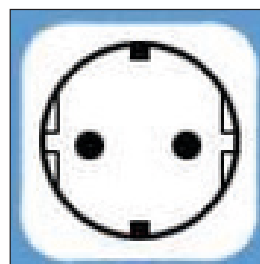

fig. 22 - Priză Schuko
- o priză Schuko cu împământare și protecție separată (fig. 22);